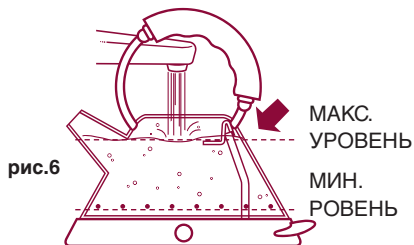

рис.6
- Не превышайте максимального уровня (1,5 литра); этот предел отмечен указателем максимального уровня, который помещен внутри чайника. Чрезмерное заполнение чайника выше максимального уровня приводит к риску выброса кипящей воды из разливочного носика, а это может вызвать ожоги (рис. 6).